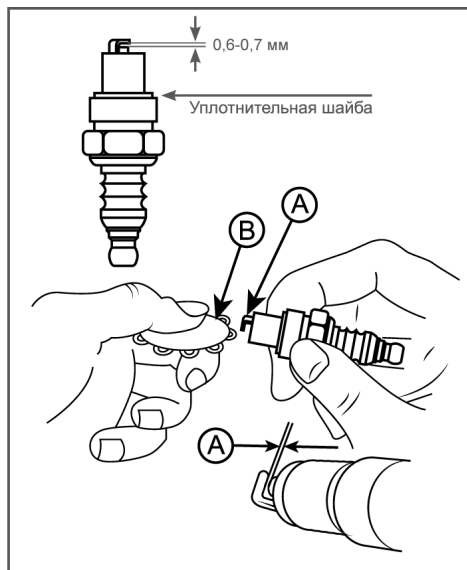

Рис. 17 Обслуживание свечи зажигания
4. Измерьте зазор между электродами свечи зажигания специальным щупом. Зазор должен быть 0,6-0,7 мм (Рис. 17). При увеличении или уменьшении требуемого зазора, рекомендуется заменить свечу, так как регулировка зазора может привести к изменению качества искрообразования.